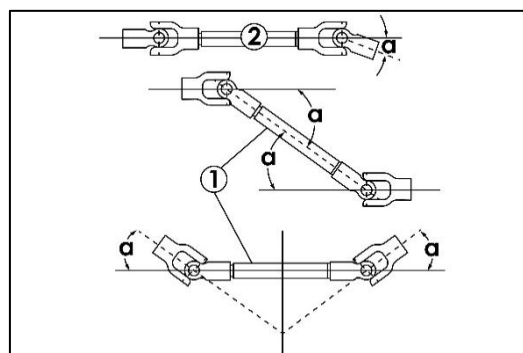

Fig. 33 - ANGLE DE FONCTIONNEMENT DE LA PDF
2. L'angle de fonctionnement maximal de l'arbre de la PDF est de 24° (fig. 33).